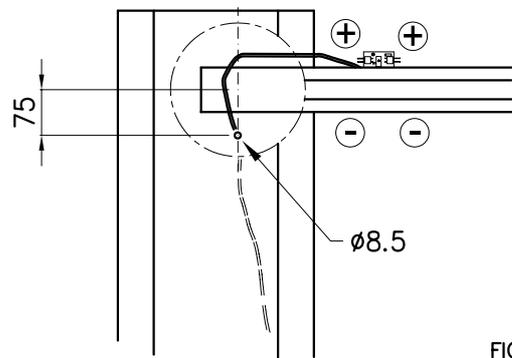

FIG.4
- I Forare l'armadio con foro  $\varnothing 8.5$  come indicato nel disegno ed inserire il passacavo. Fare passare il cavo fino alla centrale elettronica (fig.4).
- GB Drill a 8.5  $\varnothing$  hole in the cubicle, as shown in the drawing, and insert the grommet. Pass the cable through to the electronic control unit (Fig.4).
- F Faire un trou  $\varnothing 8.5$  dans l'armoire comme l'indique le dessin et introduire le passe-câble. Faire passer le câble jusqu'à la centrale électronique (fig.4).
- D Ein Loch mit  $\varnothing 8.5$  in den Schrank bohren, wie in der Zeichnung gezeigt, und den Kabeldurchgang einfügen. Das Kabel bis zur Steuerzentrale durchführen (Abb.4).
- E Realice un orificio de  $\varnothing 8.5$  mm en el armario, como indicado en la figura, e introduzca el aislador pasapanel. Haga pasar el cable hasta la central electrónica (fig.4).